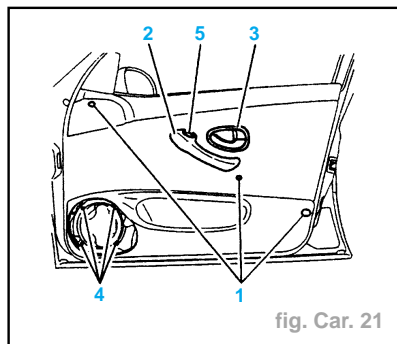

fig. Car. 21
- Déposer (fig. Car. 21) :
- les obturateurs (1),
- les fixations (2),
- l'enjoliveur de commande intérieure d'ouverture (3).